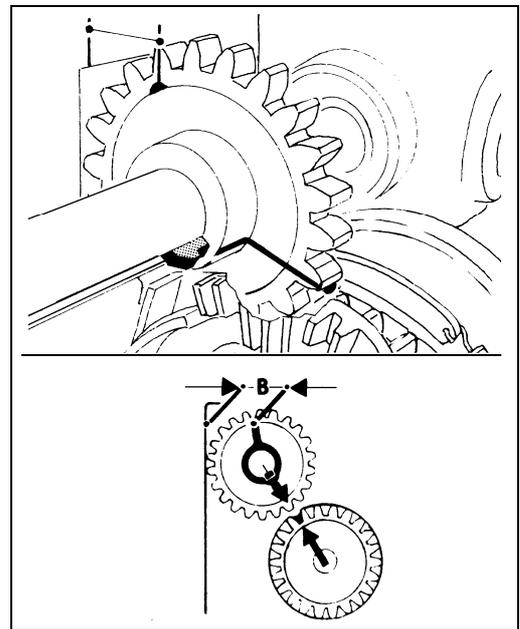

Рис. 40
- оборот цепного колеса на валике передачи (рис. 40) (ступица имеет три шпоночные канавки).
После ремонта угловой передачи, конические колеса должны быть снова доведены до такого взаимного зубчатого зацепления, чтобы для вертикального нижнего положения пальцев вилочного мотовила ($C=90^\circ$), размер (B) измеряемый от задней стены камеры мотовила до точки засечки на зубчатом колесе был: $(B)=70$ мм (рис. 40).